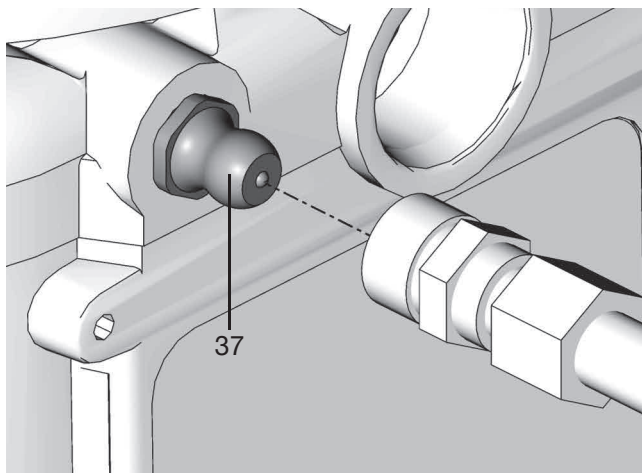

ABB. 7
1. Den Füllschlauch an der Einlassverschraubung (37) anschließen (ABB. 7).
1. Den Füllschlauch an der Einlassverschraubung anschließen (ABB. 7).